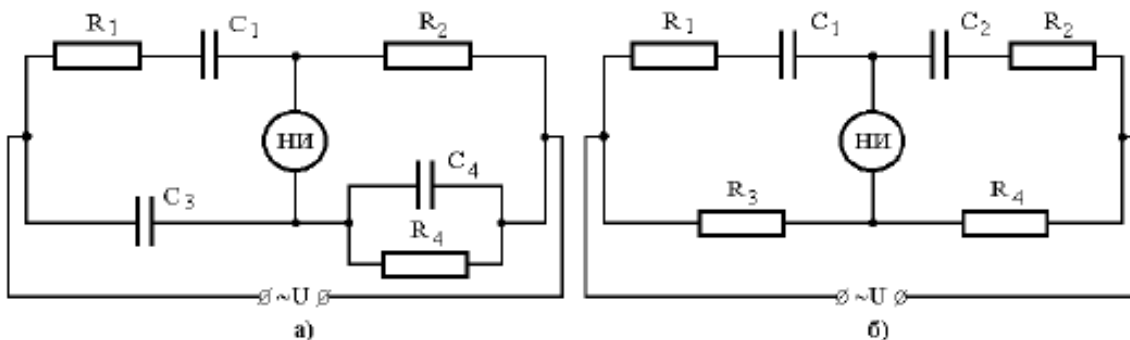

Рис.4. Мостовые схемы для измерения емкостей конденсаторов с потерями
4. Мостовые схемы, предназначенные для измерения емкостей  $C_1$  конденсаторов с потерями (потери учитываются сопротивлениями  $R_1$ ) уравновешены. Записать условие равновесия и определить параметры  $R_1$ ,  $C_1$  и  $\text{tg } \delta_1$ , где  $\delta_1$  – угол диэлектрических потерь конденсаторов  $C_1$ . Расчеты выполнить при условии, что конденсаторы  $C_2$ ,  $C_3$  и  $C_4$  не имеют потерь, мостовая схема питается переменным напряжением с частотой  $f=50\text{Гц}$  (рис.4а) и  $f=0,5\text{кГц}$  (рис.4б).